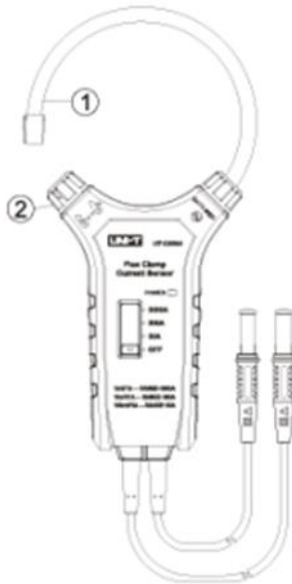

Рис.2.
2. Поверните фиксатор зажима петли Роговского против часовой стрелки и переместите проверяемый провод в гибкую петлю и зафиксируйте, как показано на рис. 2.